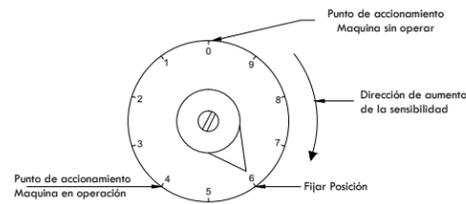

Figura A-52: Ajuste de sensibilidad
A. Con el equipo parado, retroceda dos vueltas el tornillo de ajuste en sentido contrario a las agujas del reloj y pulse el botón de rearme. A continuación, gire el tornillo lentamente en el sentido de las agujas del reloj hasta que se produzca la actuación. Este es el PUNTO DE VIBRACIÓN CERO, o punto de actuación, con la máquina parada. El punto de actuación para cero (sin vibración) del detector se producirá en diferentes puntos dependiendo de su orientación de montaje con respecto a la gravedad. Debe hacerse una marca con lápiz de plomo u otro medio conveniente para registrar permanentemente este "punto cero". Las mediciones posteriores se realizan en relación con este punto. Véase la figura A-52.